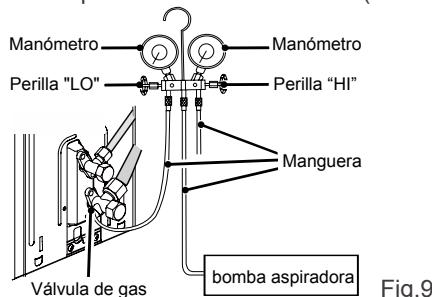

Fig.9
3. Como se muestra en la siguiente figura (Fig. 9), expulse el gas dentro de la unidad interior y la tubería de refrigerante por la bomba de vacío.